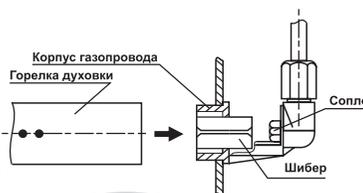

Рис.17
#### Установка шибера для работы на другом виде (давлении) газа (рис.17, 17а, 17б)
- удалите шибер из корпуса газопровода (рис. 17б);
Рис.17а
Рис.17б